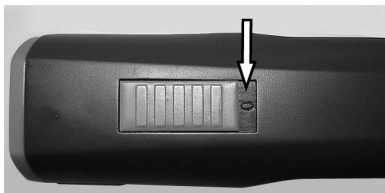

Fig. 4 Brytare i läge FRÅN ("0")
1. Kontrollera om det finns främmande partiklar och föroreningar på klippers kontaktar (1) och på batteriet (2).
2. Säkerställ att klippers brytare är i läge OFF ("0") (fig. 4).
3. För in batteriet (2) i klippern (3) tills batterispärren (1) aktiveras på båda sidorna.
4. Sätt ner klippern med batteri (1) eller reservbatteri (2) ovanifrån utan kraft i laddningsöppningen på laddningsstationen.
6. Batteriet laddas. Under laddningstiden lyser kontrollampen rött (3). Så fort batteriet har laddats till 90% tänds den gröna kontrollampen och laddaren övergår till underhållsladdning.
1. Vrid brytaren till läge "0" (fig. 4).
2. Tryck på batterispärren (2) på båda sidorna inåt och dra ut batteriet (1) ur klippern.